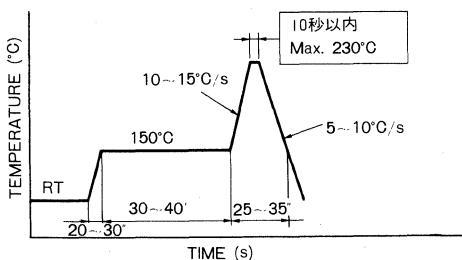

Fig. 15
1) ハンダリフロー法による場合。Fig. 15に示す温度プロファイルを目安としてご使用願います。
1) When you use solder reflow method, use the temperature profile show in Fig. 15 as a guideline.